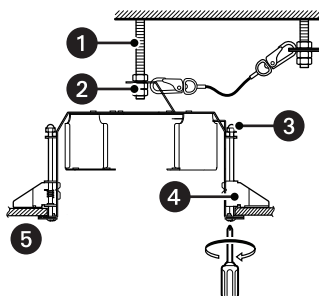

Figura 15. Fixe o suporte de montagem no teto
Girar os parafusos fixadores de revestimento de teto no sentido horário fixa o suporte de montagem ao apertar o revestimento do teto entre a parte inferior do suporte de montagem e o suporte de fixação do revestimento do teto (consulte Figura 15). O torque de aperto recomendado é 0,78 N·m (0,58 lb. pé).
7. Acople porcas duplas (não fornecidas) para fixar o suporte de montagem ao primeiro chumbador (consulte a Figura 15).